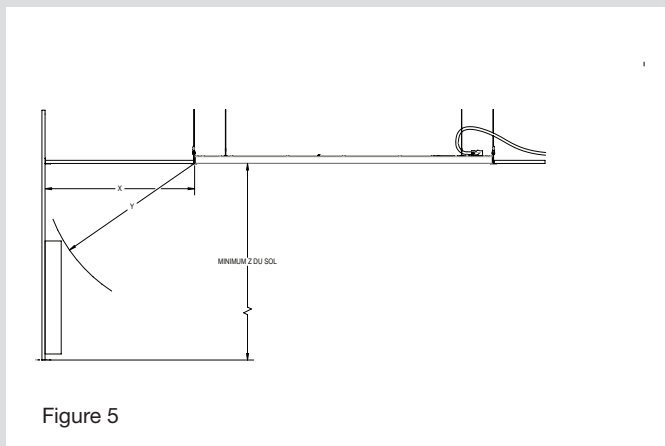

Figure 5
4. Dégagement minimum de 7 pi (2.13 m) par rapport au plancher Voir .(Fig. 5 (Distance marquée en Z))
5. Dégagement de 6 po (152 mm) est conseillé entre le panneau et les murs adjacents. (Fig. 5 (Distance marquée en X))
6. Dégagement minimum de 36 po (915 mm) entre l'appareil et un dispositif sensible à la chaleur de 40 °C (104 °F) et plus. (Fig.5 (Distance marquée en Y))